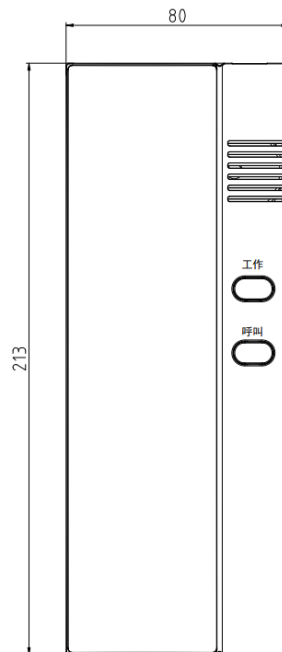

图 7- 4
- (1) 环境温度：-10~55℃
- (2) 相对湿度：≤95%
- (3) 外壳防护等级：IP30
- (4) TS-GSTN601 分机待机状态耗电：<1mA 通话状态耗电：<30mA
- (5) TS-GSTN601 分机尺寸：
- 外形示意图如图 7- 4。